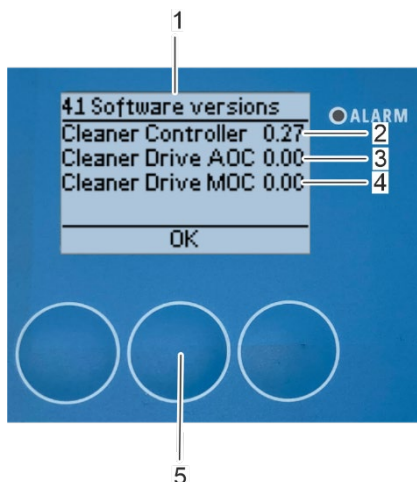
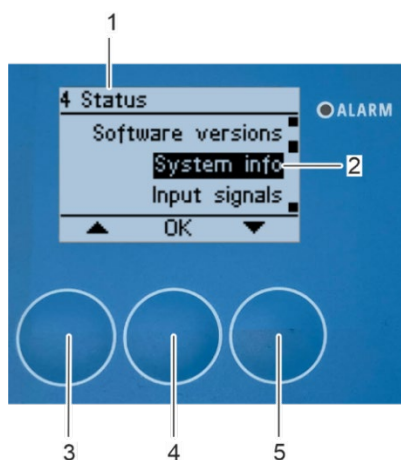

Figura 173: Submenú «Versión de software»
Figura 174: Abrir el submenú «Información del sistema»
⇒ En la pantalla aparecerá el submenú «41 Versión de software» (Figura 173/1) con las versiones de software que hay instaladas en la unidad de control del dispositivo de limpieza del rotor (Figura 173/2) y en el accionamiento del dispositivo de limpieza del rotor (Figura 173/3 y Figura 173/4).
3. Pulse [Aceptar] (Figura 173/5) para regresar al submenú «4 Estado» (Figura 174/1).
⇒ Aparecerá en pantalla el submenú «4 Estado» (Figura 174/1).
1. Seleccione el submenú «*Información del sistema*» (Figura 174/2) mediante los botones de flecha [arriba] (Figura 174/3) y [abajo] (Figura 174/5).
2. Confirme la selección pulsando [Aceptar] (Figura 174/4).